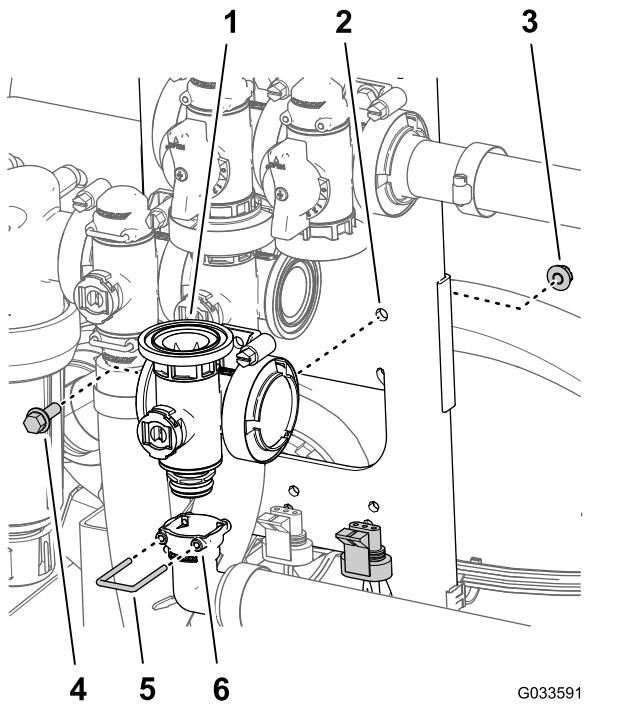

Figura 127
5. Allineate la presa del raccordo di uscita a 90° sul raccordo del connettore nella parte inferiore del collettore per la valvola principale delle barre (**Figura 127**).
6. Fissate il raccordo del connettore del raccordo di uscita inserendo un fermo nella presa del raccordo di uscita (Figura 127).